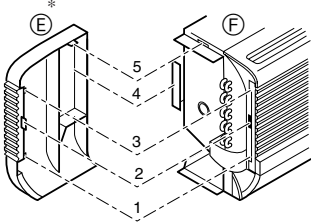

Fig. 3-9
* Yan panel ve ünite gövdesinin yapısı (Fig. 3-9)